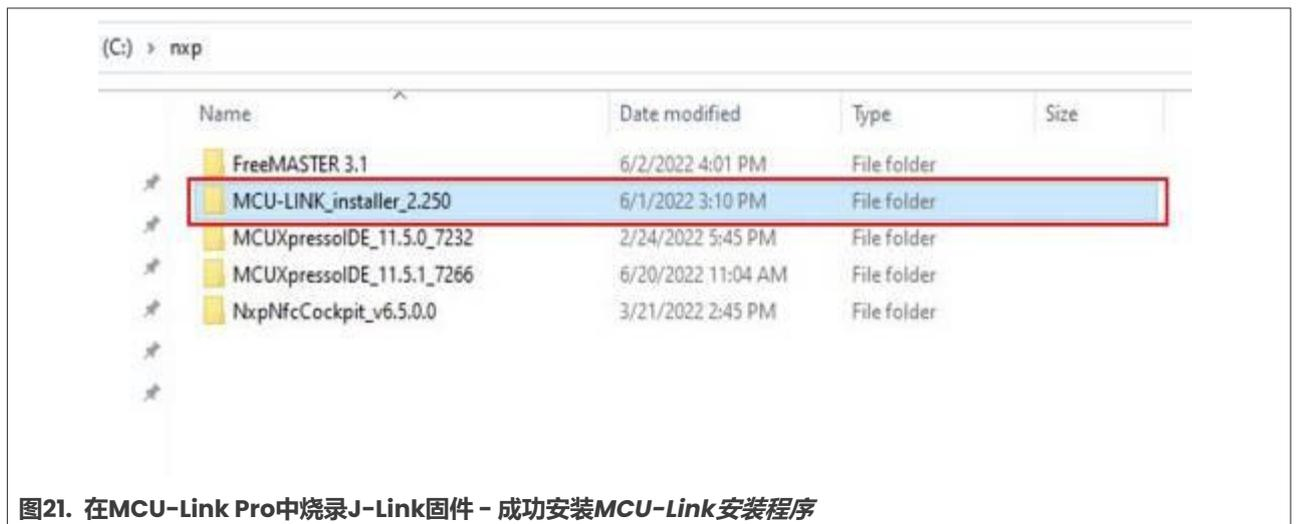

图21. 在MCU-Link Pro中烧录J-Link固件 - 成功安装MCU-Link 安装程序
- 运行MCU-Link 安装程序可执行文件，并按照安装向导操作。默认情况下，安装程序会在C:\nxp下创建一个MCU-LINK\_installer文件夹，如图21所示。